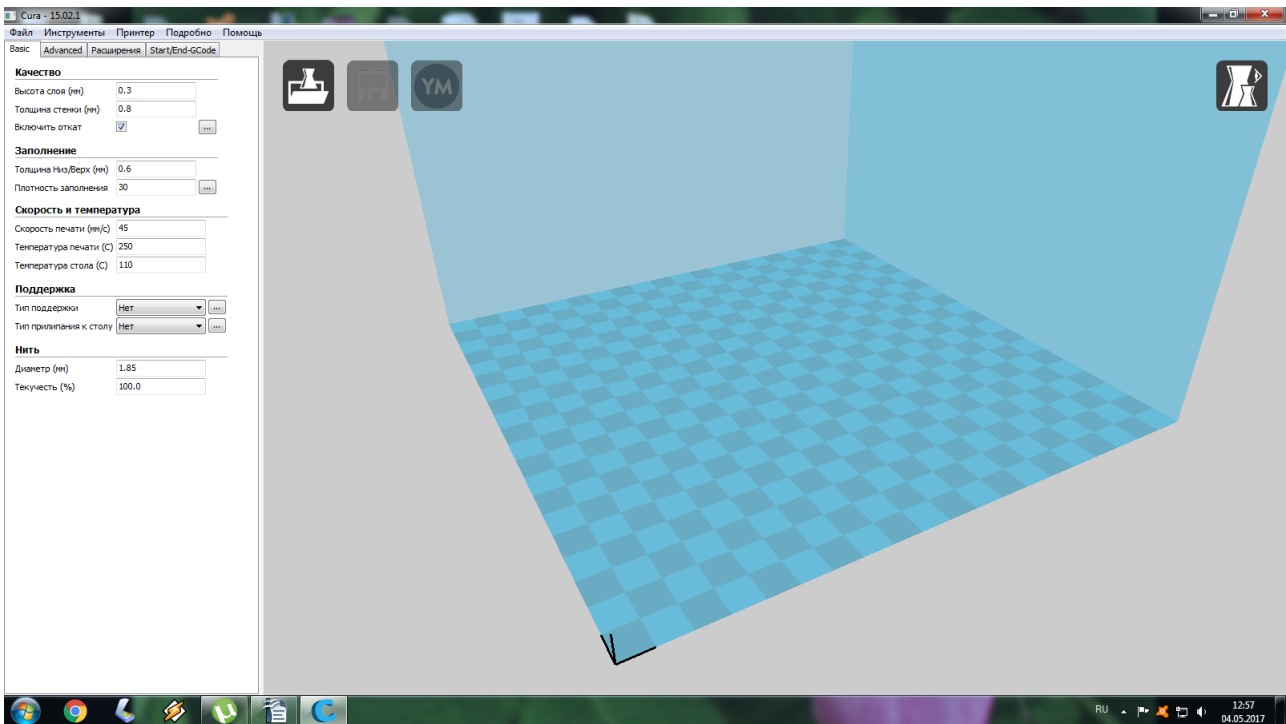

Рисунок 15. «Cura»
14) Откройте программу «Cura», рисунок 15